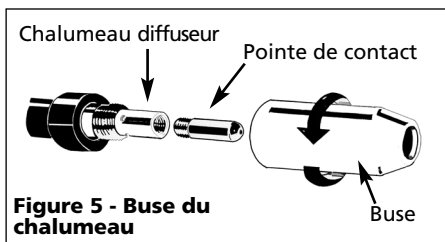

Figure 5 - Buse du chalumeau
- b. Le fil s'agence à la pointe de contact sur l'extrémité du chalumeau (voir figure 5).
7. Dévisser l'embout et la pointe de contact de l'extrémité du chalumeau de soudure (voir figure 5). Brancher le soudeur dans une bonne prise d'alimentation de courant.
9. Glisser avec soin la pointe de contact sur le fil, visser la pointe dans le chalumeau et réinstaller l'embout (voir figure 5). Couper le fil à environ 1/4 po (0,635 cm) de l'extrémité de la buse.